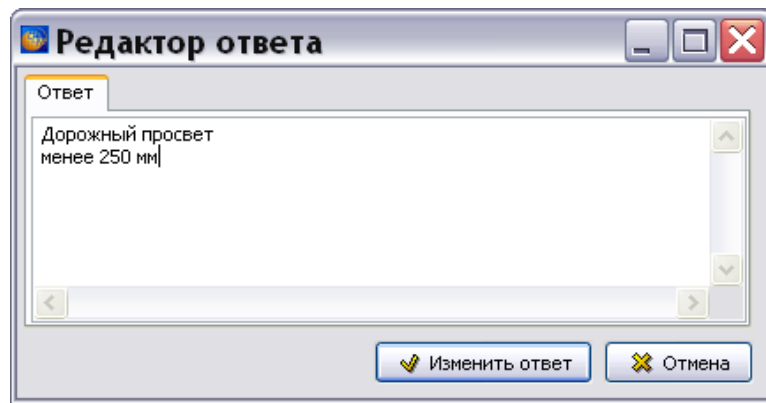

Рисунок 871
5) Для редактирования текста ответа на вопрос щелкните два раза левой кнопкой мыши по надписи ответа или в контекстном меню выберите команду **Редактировать ответ**. Введите текст ответа (рисунок 871).